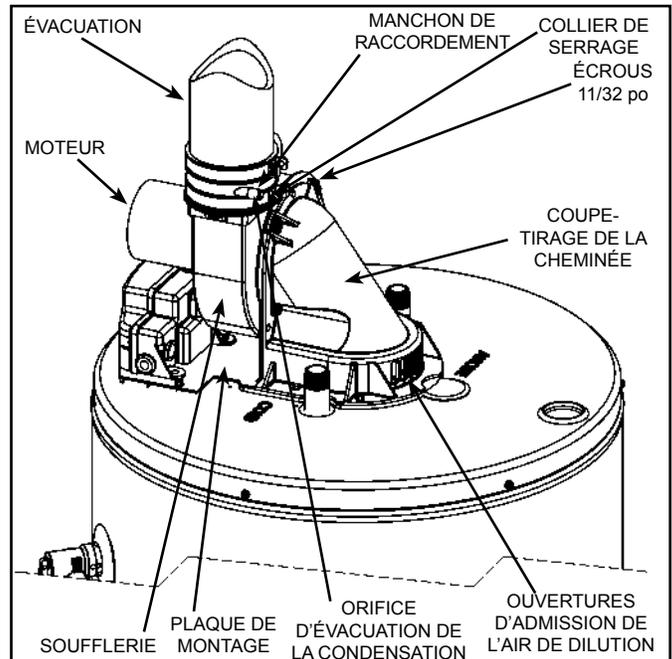

Figure 37
Inspectez la partie supérieure du chauffe-eau, les ouvertures de la soufflerie et les ouvertures arrière d'apport d'air de dilution afin d'éviter toute accumulation de charpie et de poussière. En fonction de l'emplacement d'installation du chauffe-eau, le rythme d'accumulation de débris peut être rapide. Une accumulation de charpie risque de réduire le débit d'air canalisé vers le moteur et la soufflerie, ce qui hausse leur température de fonctionnement (voir Figure 37).
4. Débranchez le conduit d'évacuation de la soufflerie. Desserrez le collier de serrage inférieur de l'accouplement de caoutchouc, qui relie la soufflerie au conduit d'évacuation (voir Figure 37).
5. À l'aide du tournevis à douille de 11/32 po, retirez et conservez les quatre écrous situés à l'arrière de la soufflerie (voir Figure 34 et Figure 37).